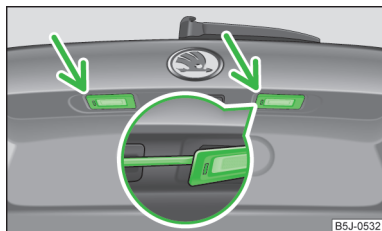

Abb. 160
- › Einen flachen Schraubendreher in die Öffnung im Pfeilbereich » Abb. 160 stecken und vorsichtig zur Mitte der Leuchte drücken, die Leuchte springt etwas heraus.